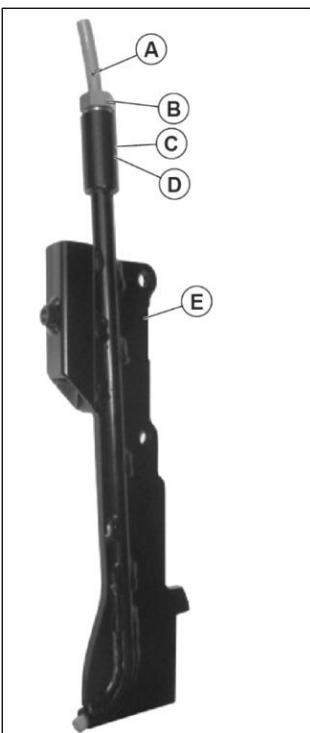

Fig. 4
1. Garnitură inelară (D)
2. Distanțier (C)
3. Piuliță de blocare (B)
Cu piulița ușor slăbită, introduceți tubul (A) până când ieșe prin partea de jos aproximativ 5 mm. În acest moment, piulița trebuie strânsă cu o cheie de 17 și astfel tubul este blocat. În Fig. 4 puteți vedea ghidajul pentru cabluri asamblat corect. Apoi puteți ataşa ghidajul pentru cabluri pe structura utilajului.